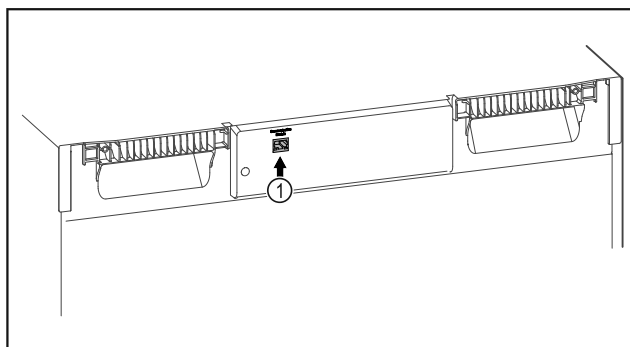

Fig. 76
- Je používán SmartModule Fig. 76 (1).